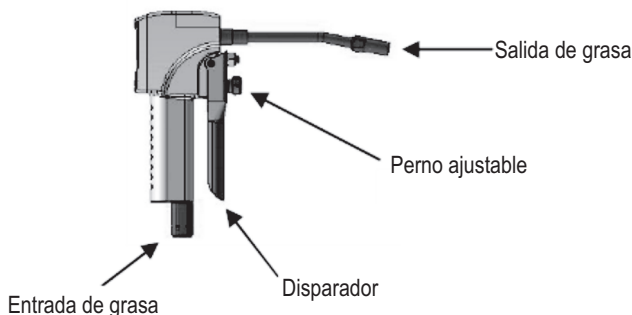

Figura 2: Válvula de control de grasa
3.6 Ajuste de la razón de flujo: Si se rota la tuerca 3 que se muestra en la imagen 3 para afuera, el flujo libre aumentará; si se rota la tuerca 3 que se muestra en la figura 2 para adentro, el flujo libre se reducirá hasta que no haya salida.